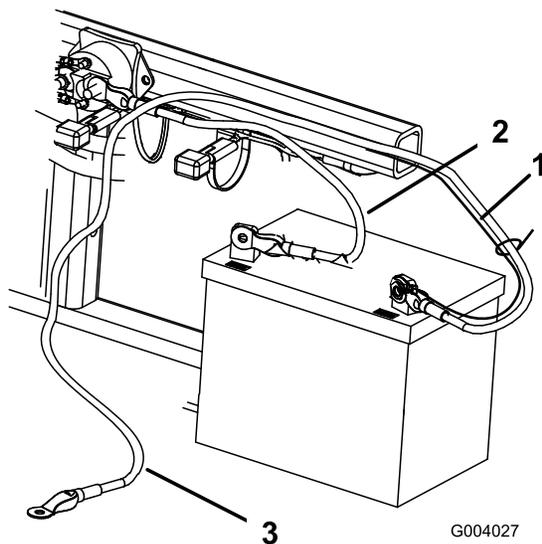

Figure 6
2. Fixez le câble positif (rouge) à la borne positive (+) avec un boulon (1/4 x 5/8") et un contre-écrou (Figure 6).
3. Fixez le petit câble noir et le câble négatif (noir) à la borne négative (-) de la batterie avec un boulon (1/4 x 5/8") et un contre-écrou (1/4") (Figure 6).